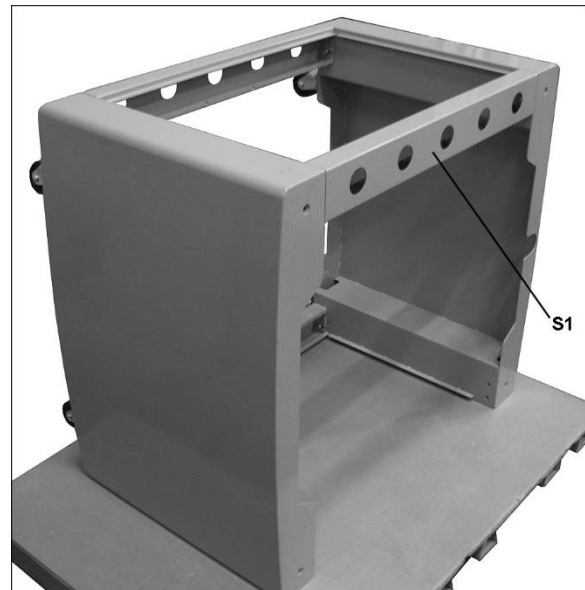

Figura 7-11
6. Apoye el conjunto sobre su lado, e instale un tercer tirante transversal de forma similar (Figura 7-11). Apriete los tornillos.